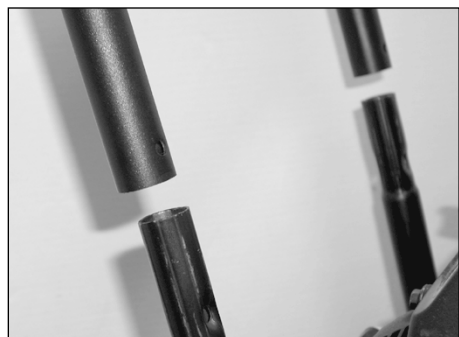

Figura 1 - Ensamblaje del mango
1. Deslice el ensamblaje del mango sobre las patas inferiores de la base del carro. Utilice la tuerca y el perno estándar para asegurar la pata trasera derecha. Vea la Figura 1.